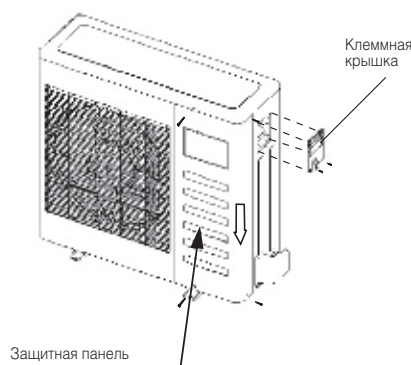

Рис. 9-1
- Снимите защитную панель, если она отсутствует на внешнем блоке, снимите сервисную панель и потяните ее по стрелке, чтобы удалить защитную панель (Рис. 9.1)